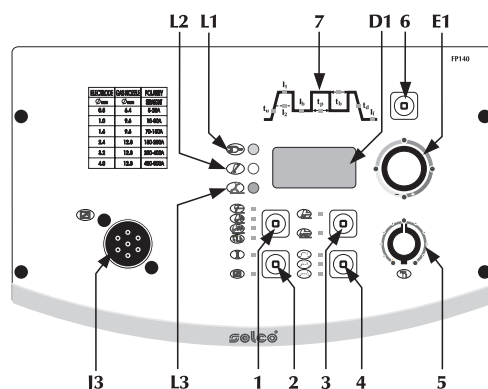

Fig.2
2.1.2 Painel de comandos frontal FP140 (Fig. 2)